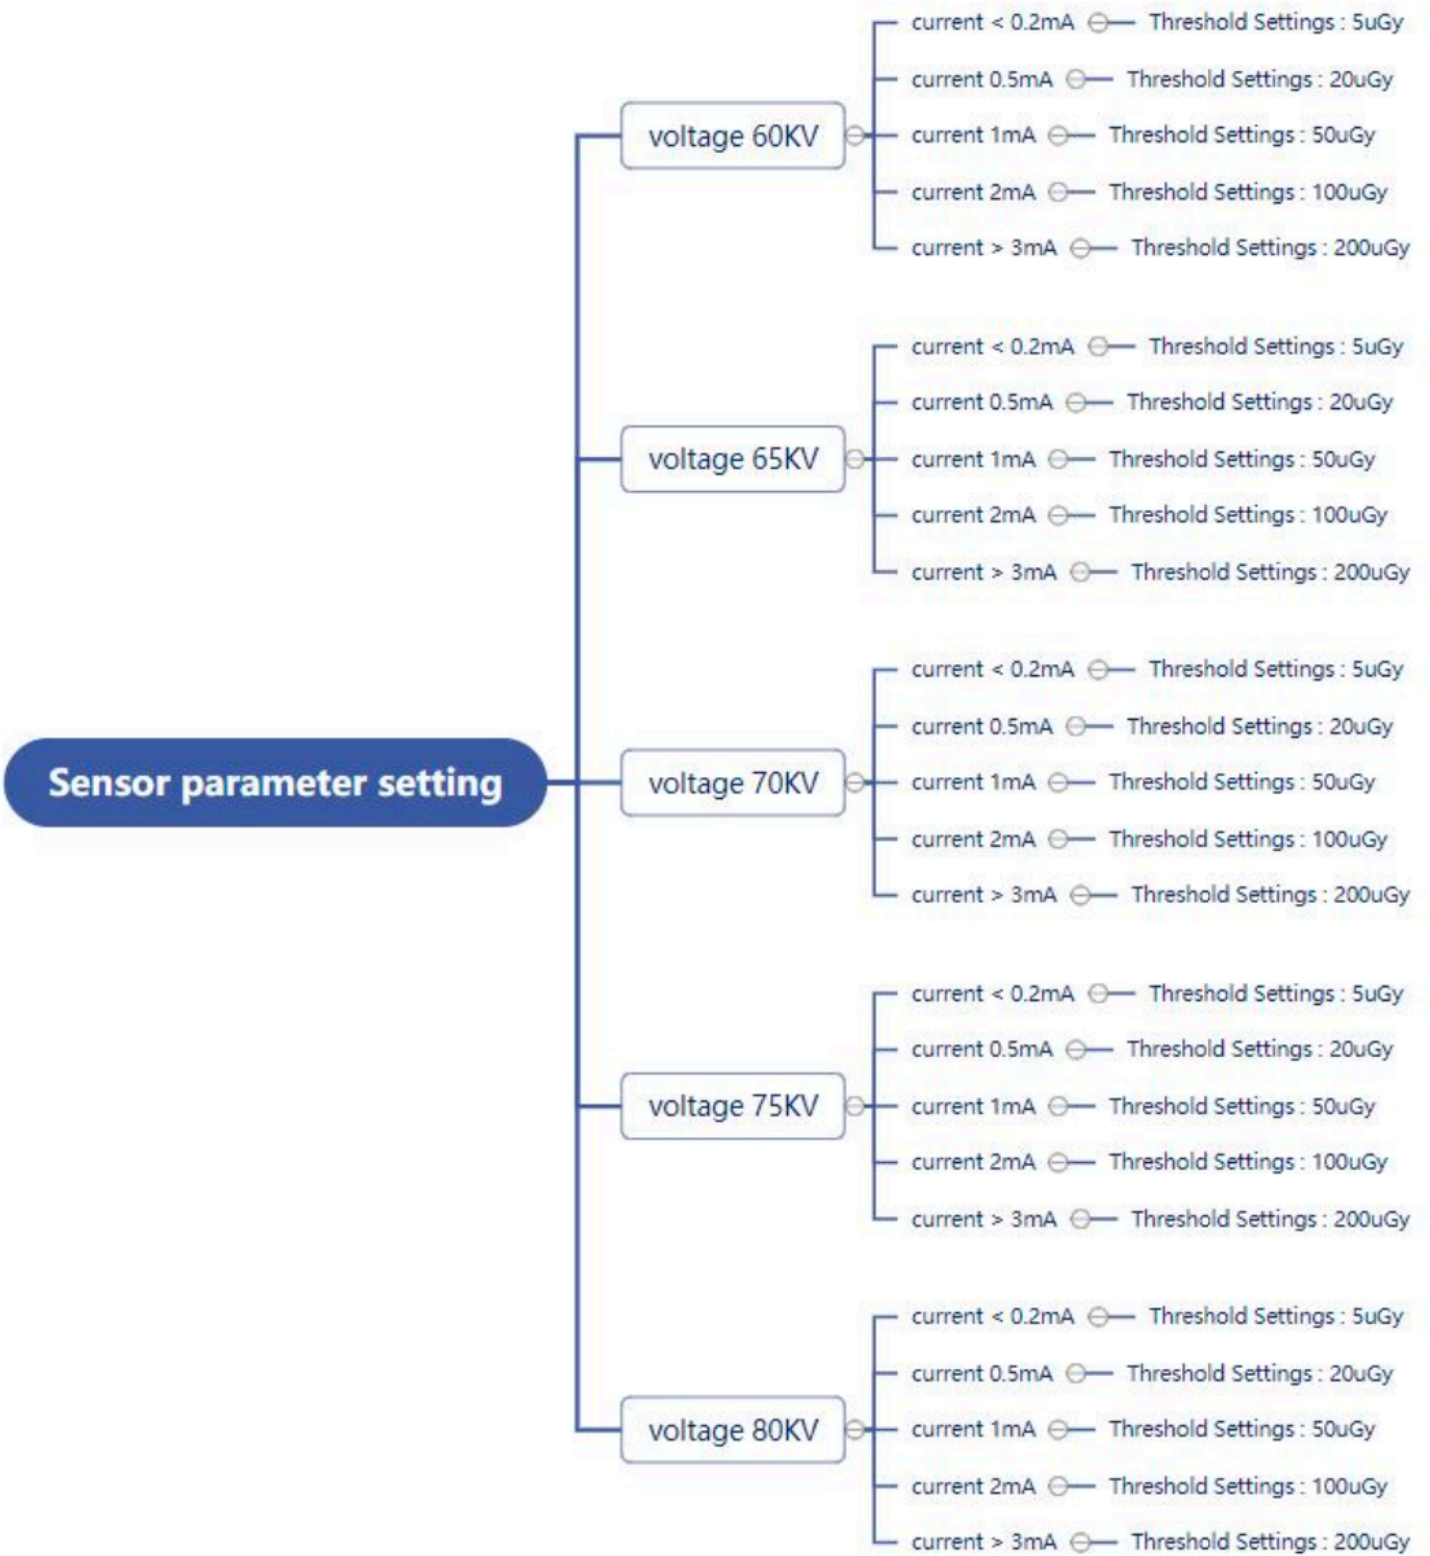

Figura 11
3.2.1.3. En caso de no entender los parámetros del rayos X, referirse al manual de la maquina o contacta con el fabricante de la maquina de rayos X y usar la tabla de la Figura 11 para comprobar.